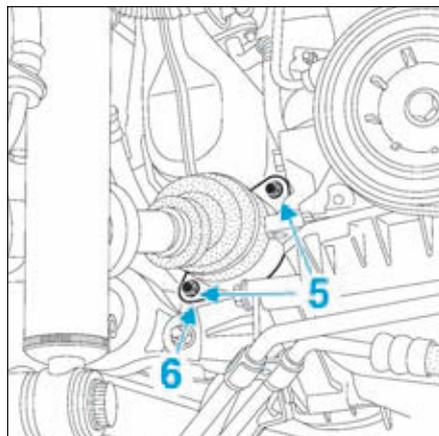

FIG.2
- Déposer les vis de fixation (5), la bride du palier intermédiaire (6) (Fig.2).